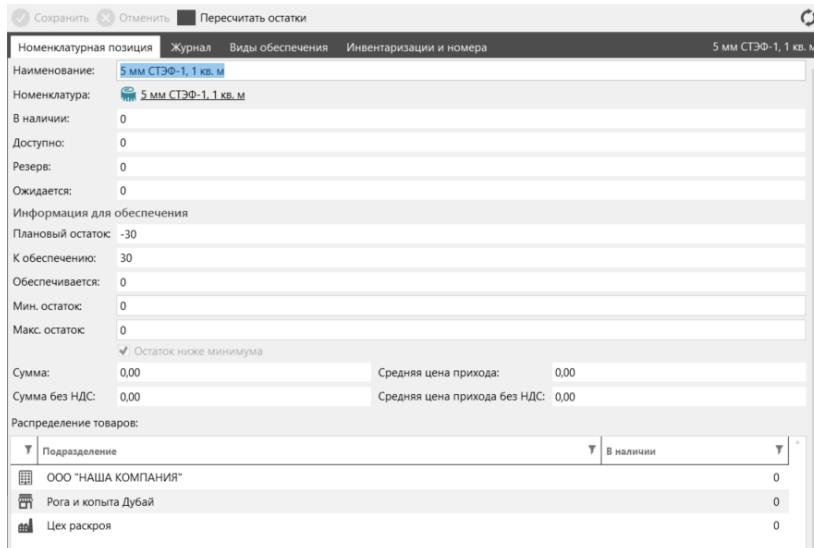

Рис. 31
➤ «Складская позиция» - единица хранения на складе содержит в себе информацию о количестве, а также информацию о распределении ТМЦ по подразделениям. (Рис. 30.1). Создание Складской позиции и заполнение связи в объекте Номенклатурной позиции происходит в момент его создания. Поля «Наименование» и «Артикул» в Складской позиции синхронизируются с одноименными полями объекта Номенклатурной позиции при каждом сохранении. При нажатии ссылки объекта «Складская позиция» открывается окно с её свойствами. (Рис. 31).
*Сумма = Средняя цена * Количество Складских позиций в поле «В наличии» (Рис. 31, Рис. 30.2).*